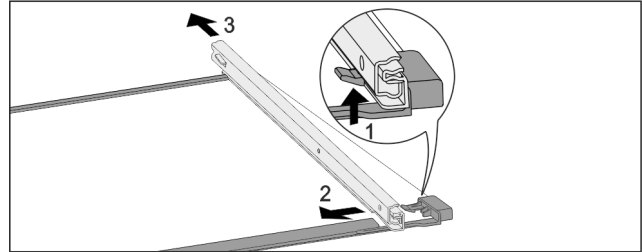

Fig. 148 Стъклена плоча с релси
- ▶ Натиснете нагоре предните фиксиращи палци. Fig. 148 (1)
- ▶ Плъзнете изтеглящата релса настрани Fig. 148 (2) и назад Fig. 148 (3).